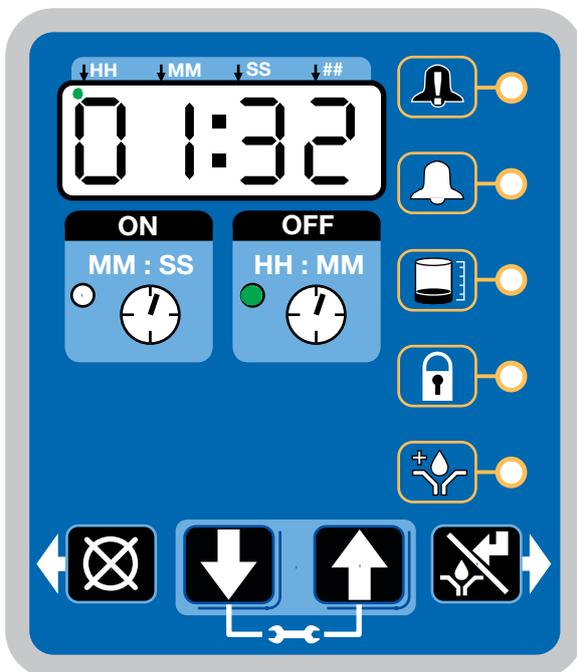

FIG. 31
Una vez completada la configuración, la bomba G5 comienza automáticamente a ejecutar la secuencia de tiempo OFF (Fig. 31).
- El ejemplo mostrado en la FIG. 31 indica un tiempo OFF de 1 hora y 32 minutos antes del inicio del ciclo de lubricación.
- Cuando el recuento de tiempo ON llega a cero, la bomba vuelve a desconectarse y el sistema ejecuta nuevamente el ciclo de tiempo OFF y el LED de tiempo OFF vuelve a encenderse (Fig. 31).